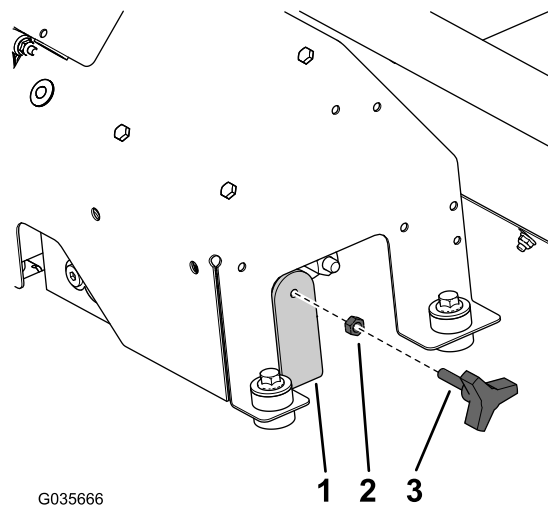

Figura 20
1. Retire o manípulo da cablagem anteriormente retirada e monte-o no suporte do manípulo anteriormente instalado (Figura 20).